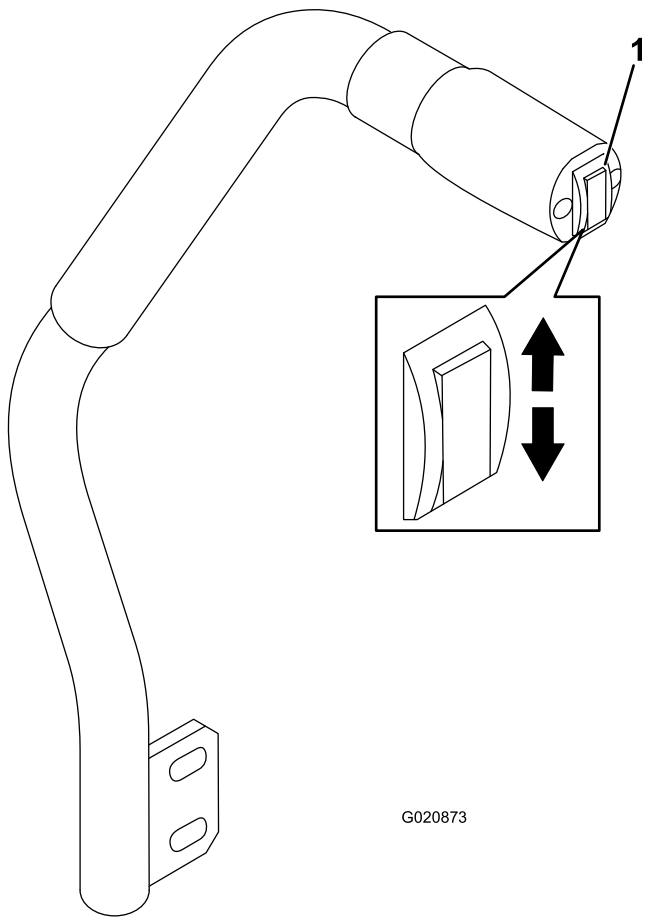

図 18
デッキ昇降スイッチはデッキアタッチメントの上昇と下降を行うスイッチです(図 18)。このレバーは、エンジンが掛かっていないと使用できません。
- デッキを下降させるには、スイッチを下に押し図 18。
- デッキを上昇させるには、スイッチを上押し図 18。
1. エンジンを始動し、デッキの昇降スイッチを上押ししてデッキを一番高い位置まで上昇させた後すぐにスイッチから手を離す(図 18)。